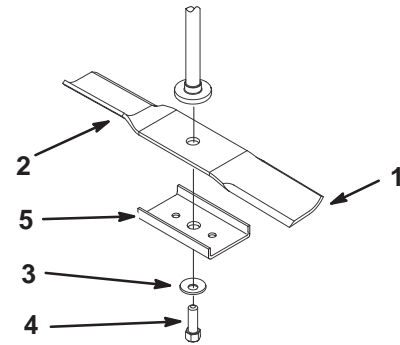
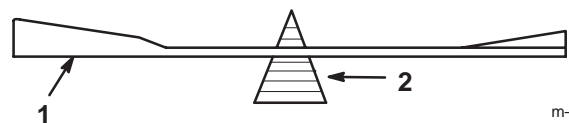

Bild 29
Bild 31
Halten Sie das Ende des Messers mit einem stark wattierten Handschuh oder wickeln Sie einen Lappen um es herum. Entfernen Sie die Messerschraube, Wellenscheibe, Messerverstärkung und das Messer von der Spindelwelle (Bild 29).
2. Überprüfen Sie die Auswuchtung des Schnittmessers auf einer Ausgleichmaschine (Bild 31). Wenn das Schnittmesser in seiner horizontalen Position bleibt, ist es ausgewuchtet und kann wiederverwendet werden. Feilen Sie, wenn das Schnittmesser nicht ausgewuchtet ist, vom Flügelbereich des Messers etwas Metall ab (Bild 29). Wiederholen Sie diesen Vorgang, bis das Messer ausgewuchtet ist.
1. Bringen Sie das Messer auf der Spindelwelle an (Bild 29).
2. Montieren Sie die Messerverstärkung, die Wellenscheibe (Schalenseite zum Messer) und die Messerschraube (Bild 29). Ziehen Sie die Messerschraube mit 47 bis 88 Nm an.